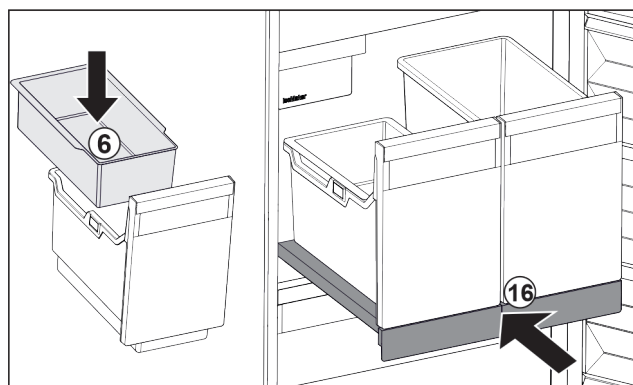

Fig. 101
- Inhangschaal Fig. 101 (6) voor ijsblokjes aanbrengen.
- Uitschuifplateau met bak (IceTower) er inschuiven. Fig. 101 (16)